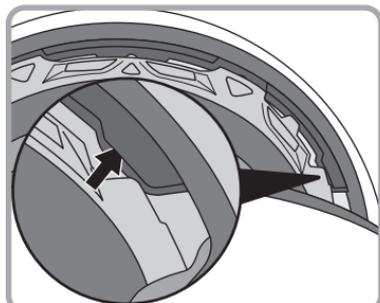

Fig. 1
- ① Inserte la entretela en las zonas que se indica en la Fig. 1.